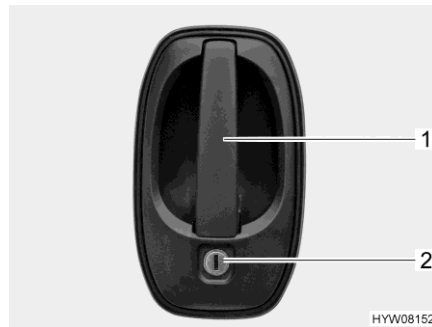

Bild 30 Tüschloss (Fahrtür/Eingangstür außen)
- Schlüssel in Schließzylinder (Bild 30,2) stecken und drehen, bis das Tüschloss entriegelt ist.
- Am Türgriff (Bild 30,1) ziehen. Die Tür ist geöffnet.
- Schlüssel in Schließzylinder (Bild 30,2) stecken und drehen, bis das Tüschloss verriegelt ist.